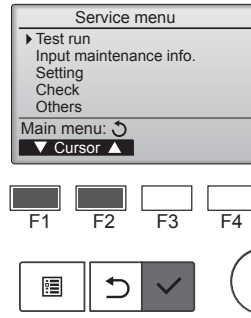

Fig. 7-1
- 1 Service (Servis) menüsünden "Test run" (Test çalıştırma) öğesini seçin ve [SEÇİM] düğmesine basın. (Fig. 7-1)